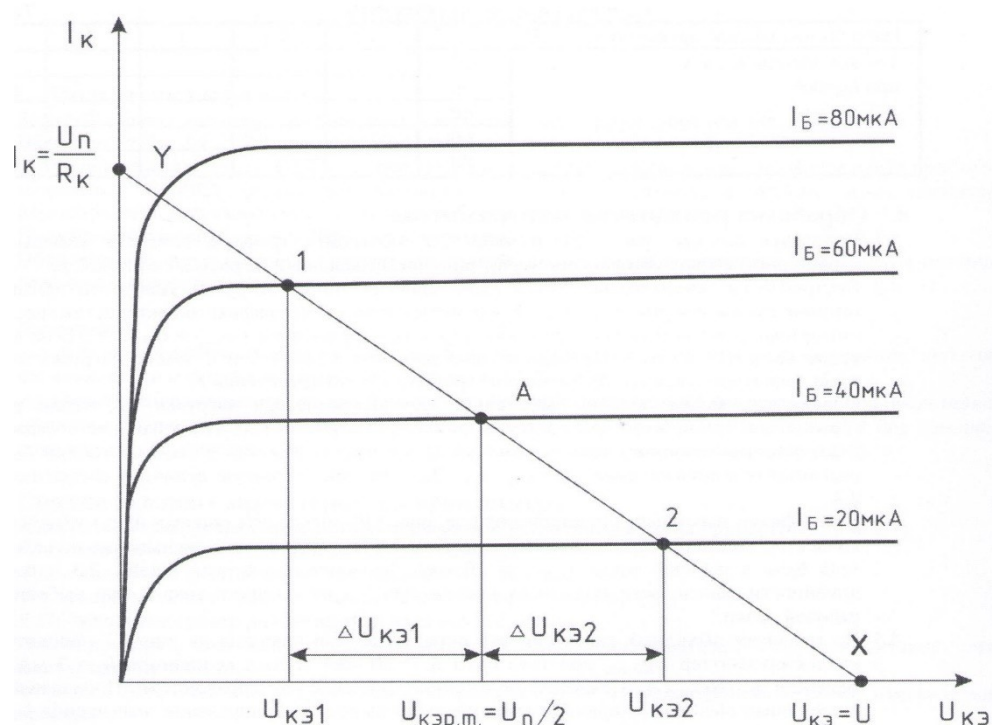

Рисунок 2.9 Определение величины изменения выходного напряжения усилителя от изменения тока базы.
4.2 Постройте на семействе выходных характеристик линию нагрузки. Для этого примите напряжение питания схемы усилителя $U_{п} = 10$ В и отметьте точку X на графике характеристик (рис. 2.9). Выберите оптимальное положение рабочей точки A (р. т.) с напряжением $U_{крт} = U_{п} / 2 = 5$ В на характеристике с током базы $I_b = 40$ мкА. Проведите через найденные точки X и A линию нагрузки до пересечения с осью тока коллектора I_k . Обозначьте на графике точку пересечения Y.
4.4 По графикам выходных характеристик (см. рис. 2.9) определите, какими будут изменения напряжения коллектор-эмиттер $\Delta U_{кэ1} = U_{кэ1} - U_{кэ р.т}$ и $\Delta U_{кэ2} = U_{кэ1} - U_{кэ р.т}$ при уменьшении и увеличении значения тока базы в рабочей точке $I_{б р.т}$ на 20 мкА. Занесите результаты в табл. 2.3 и сделайте вывод о линейности зависимости выходного напряжения $U_{кэ}$ от входного тока I_b при выбранном положении рабочей точки.